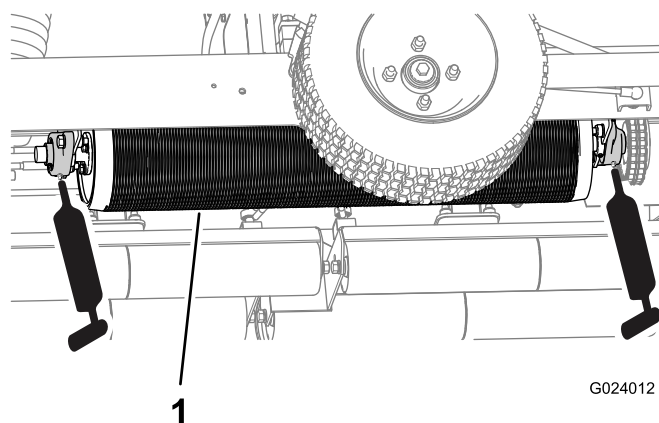
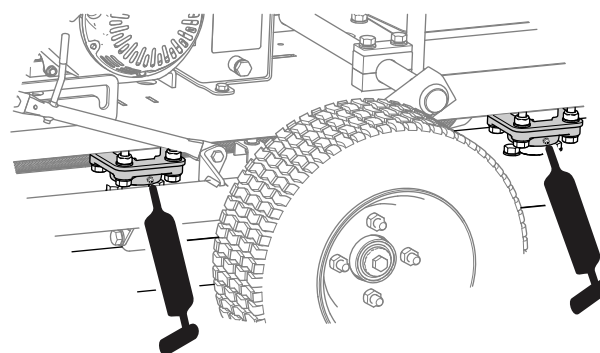

Рисунок 10
Рисунок 11
2. Закачивайте консистентную смазку как показано на Рисунок 10 и Рисунок 11.